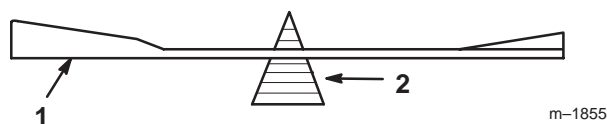

Figure 30
2. Vérifiez l'équilibre de la lame en la plaçant sur un équilibreur (Fig. 30). Si la lame reste horizontale, elle est équilibrée et peut être utilisée. Si la lame est déséquilibrée, limez un peu l'extrémité de la partie incurvée seulement (Fig. 28). Vérifiez de nouveau et répétez la procédure jusqu'à ce que la lame soit équilibrée.